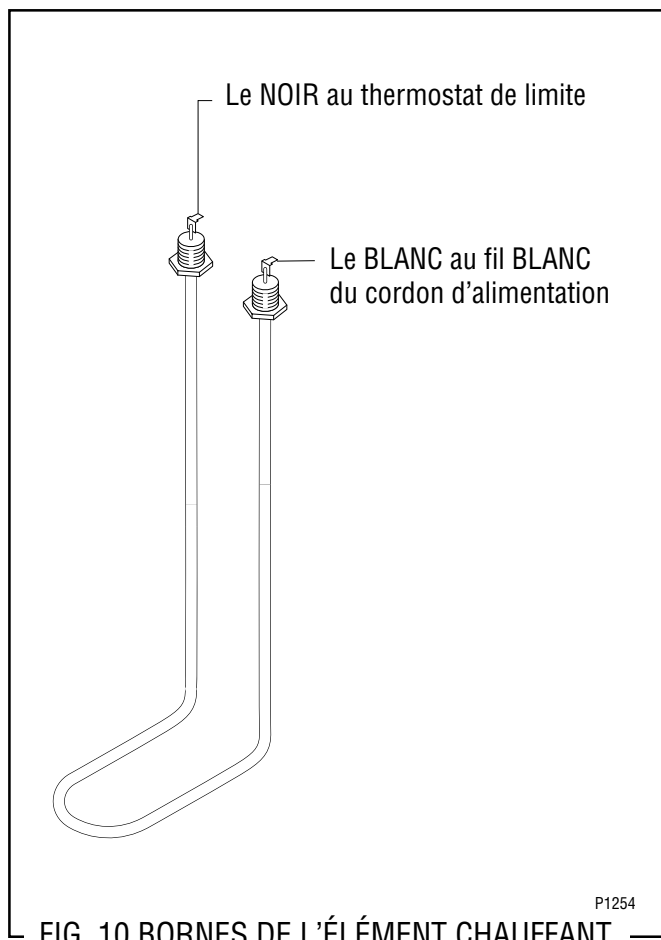

FIG. 10 BORNES DE L'ÉLÉMENT CHAUFFANT
14. Consulter la fig. 10 pour rebrancher les fils de l'élément chauffant.